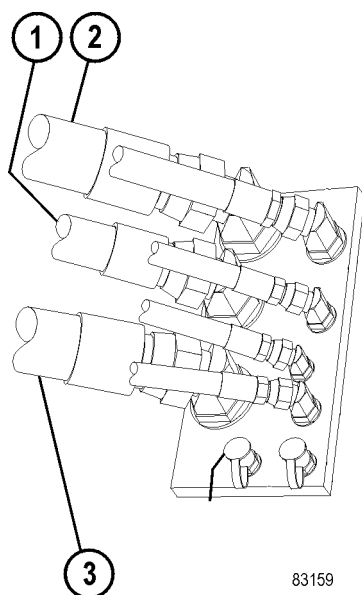
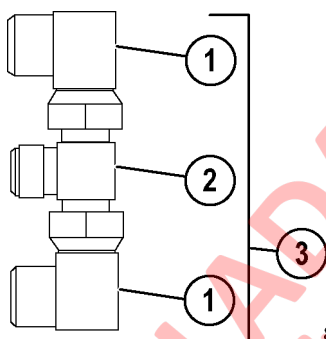

FIGURA 10-5. LÍNEAS DE FRENOS DEL EJE TRASERO
FIGURA 10-6. CONJUNTO DE ACOPLE
Existen herramientas especiales para lavar el sistema del camión 930E. Los bloques de derivación del sistema de elevación (PC3074) y la manguera de lavado del sistema de dirección (XB5777) deben estar en el sitio de trabajo antes o durante el ensamble en faena, para que se pueda lavar el sistema y retirar cualquier suciedad cuando el camión se arranque por primera vez. También es necesario el conjunto de acople (XB7075) que se muestra en (3, Figura 10-6).
10. En la carcasa del eje trasero, conecte las líneas de enfriamiento de frenos (1, 2 y 3, Figura 10-5) usando el conjunto de acople (3, Figura 10-6). Tape los tres acoples abiertos en la carcasa del eje con tapas limpias. Es posible que se deban retirar varias abrazaderas de mangueras para conectar las tres mangueras al conjunto de acople.